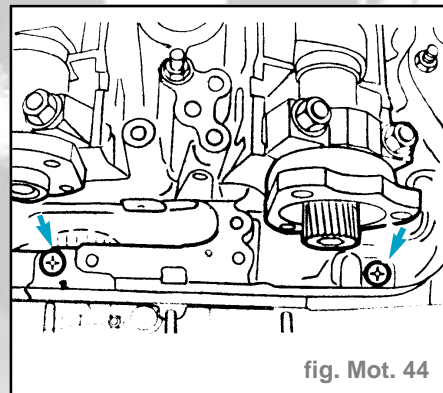

fig. Mot. 44
- Déposer les vis de fixation du couvercle de carter de distribution sur la culasse (fig. Mot. 44).